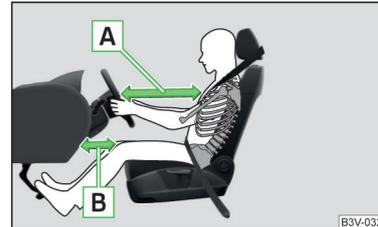

Abb. 22
- Für den Fahrer und Beifahrer ist es wichtig, einen Abstand von mindestens 25 cm zum Lenkrad bzw. zur Schalttafel einzuhalten » Abb. 22 - **A**. Wenn Sie diesen Abstand nicht einhalten, kann Sie das Airbag-System nicht schützen - Lebensgefahr! Die Vordersitze und die Kopfstützen müssen immer der Körpergröße entsprechend richtig eingestellt sein.
- Den Fahrersitz in Längsrichtung so einstellen, dass der Abstand der Beine zur Schalttafel im Bereich des Knieairbags mindestens 6 cm beträgt » Abb. 22 - B. Falls es aus Gründen der Körpergröße nicht möglich sein sollte, diese Bedingung zu erfüllen, dann ist ein Fachbetrieb aufzusuchen.